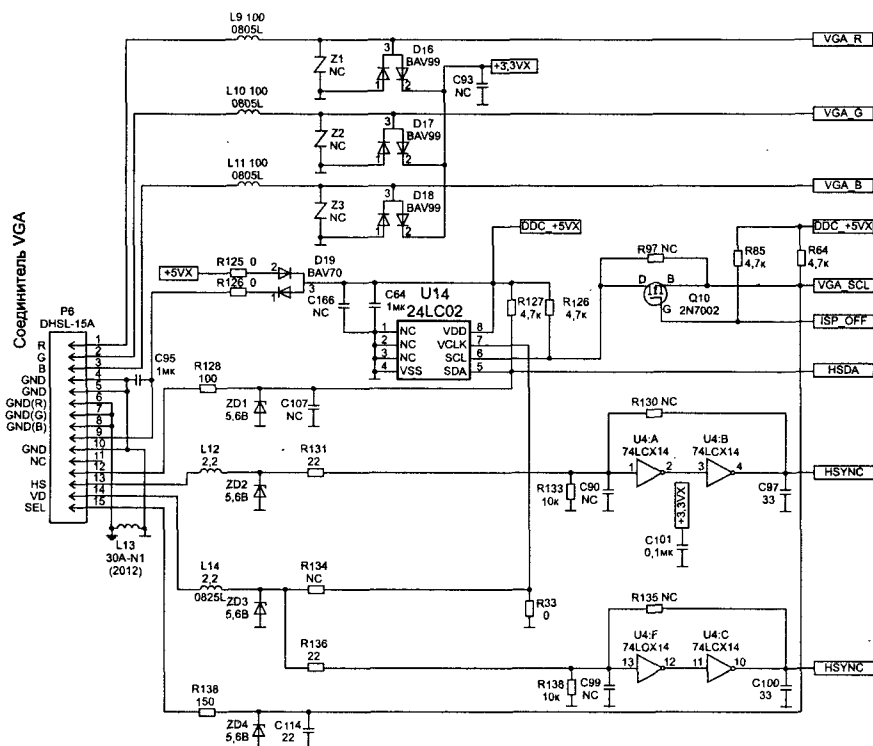
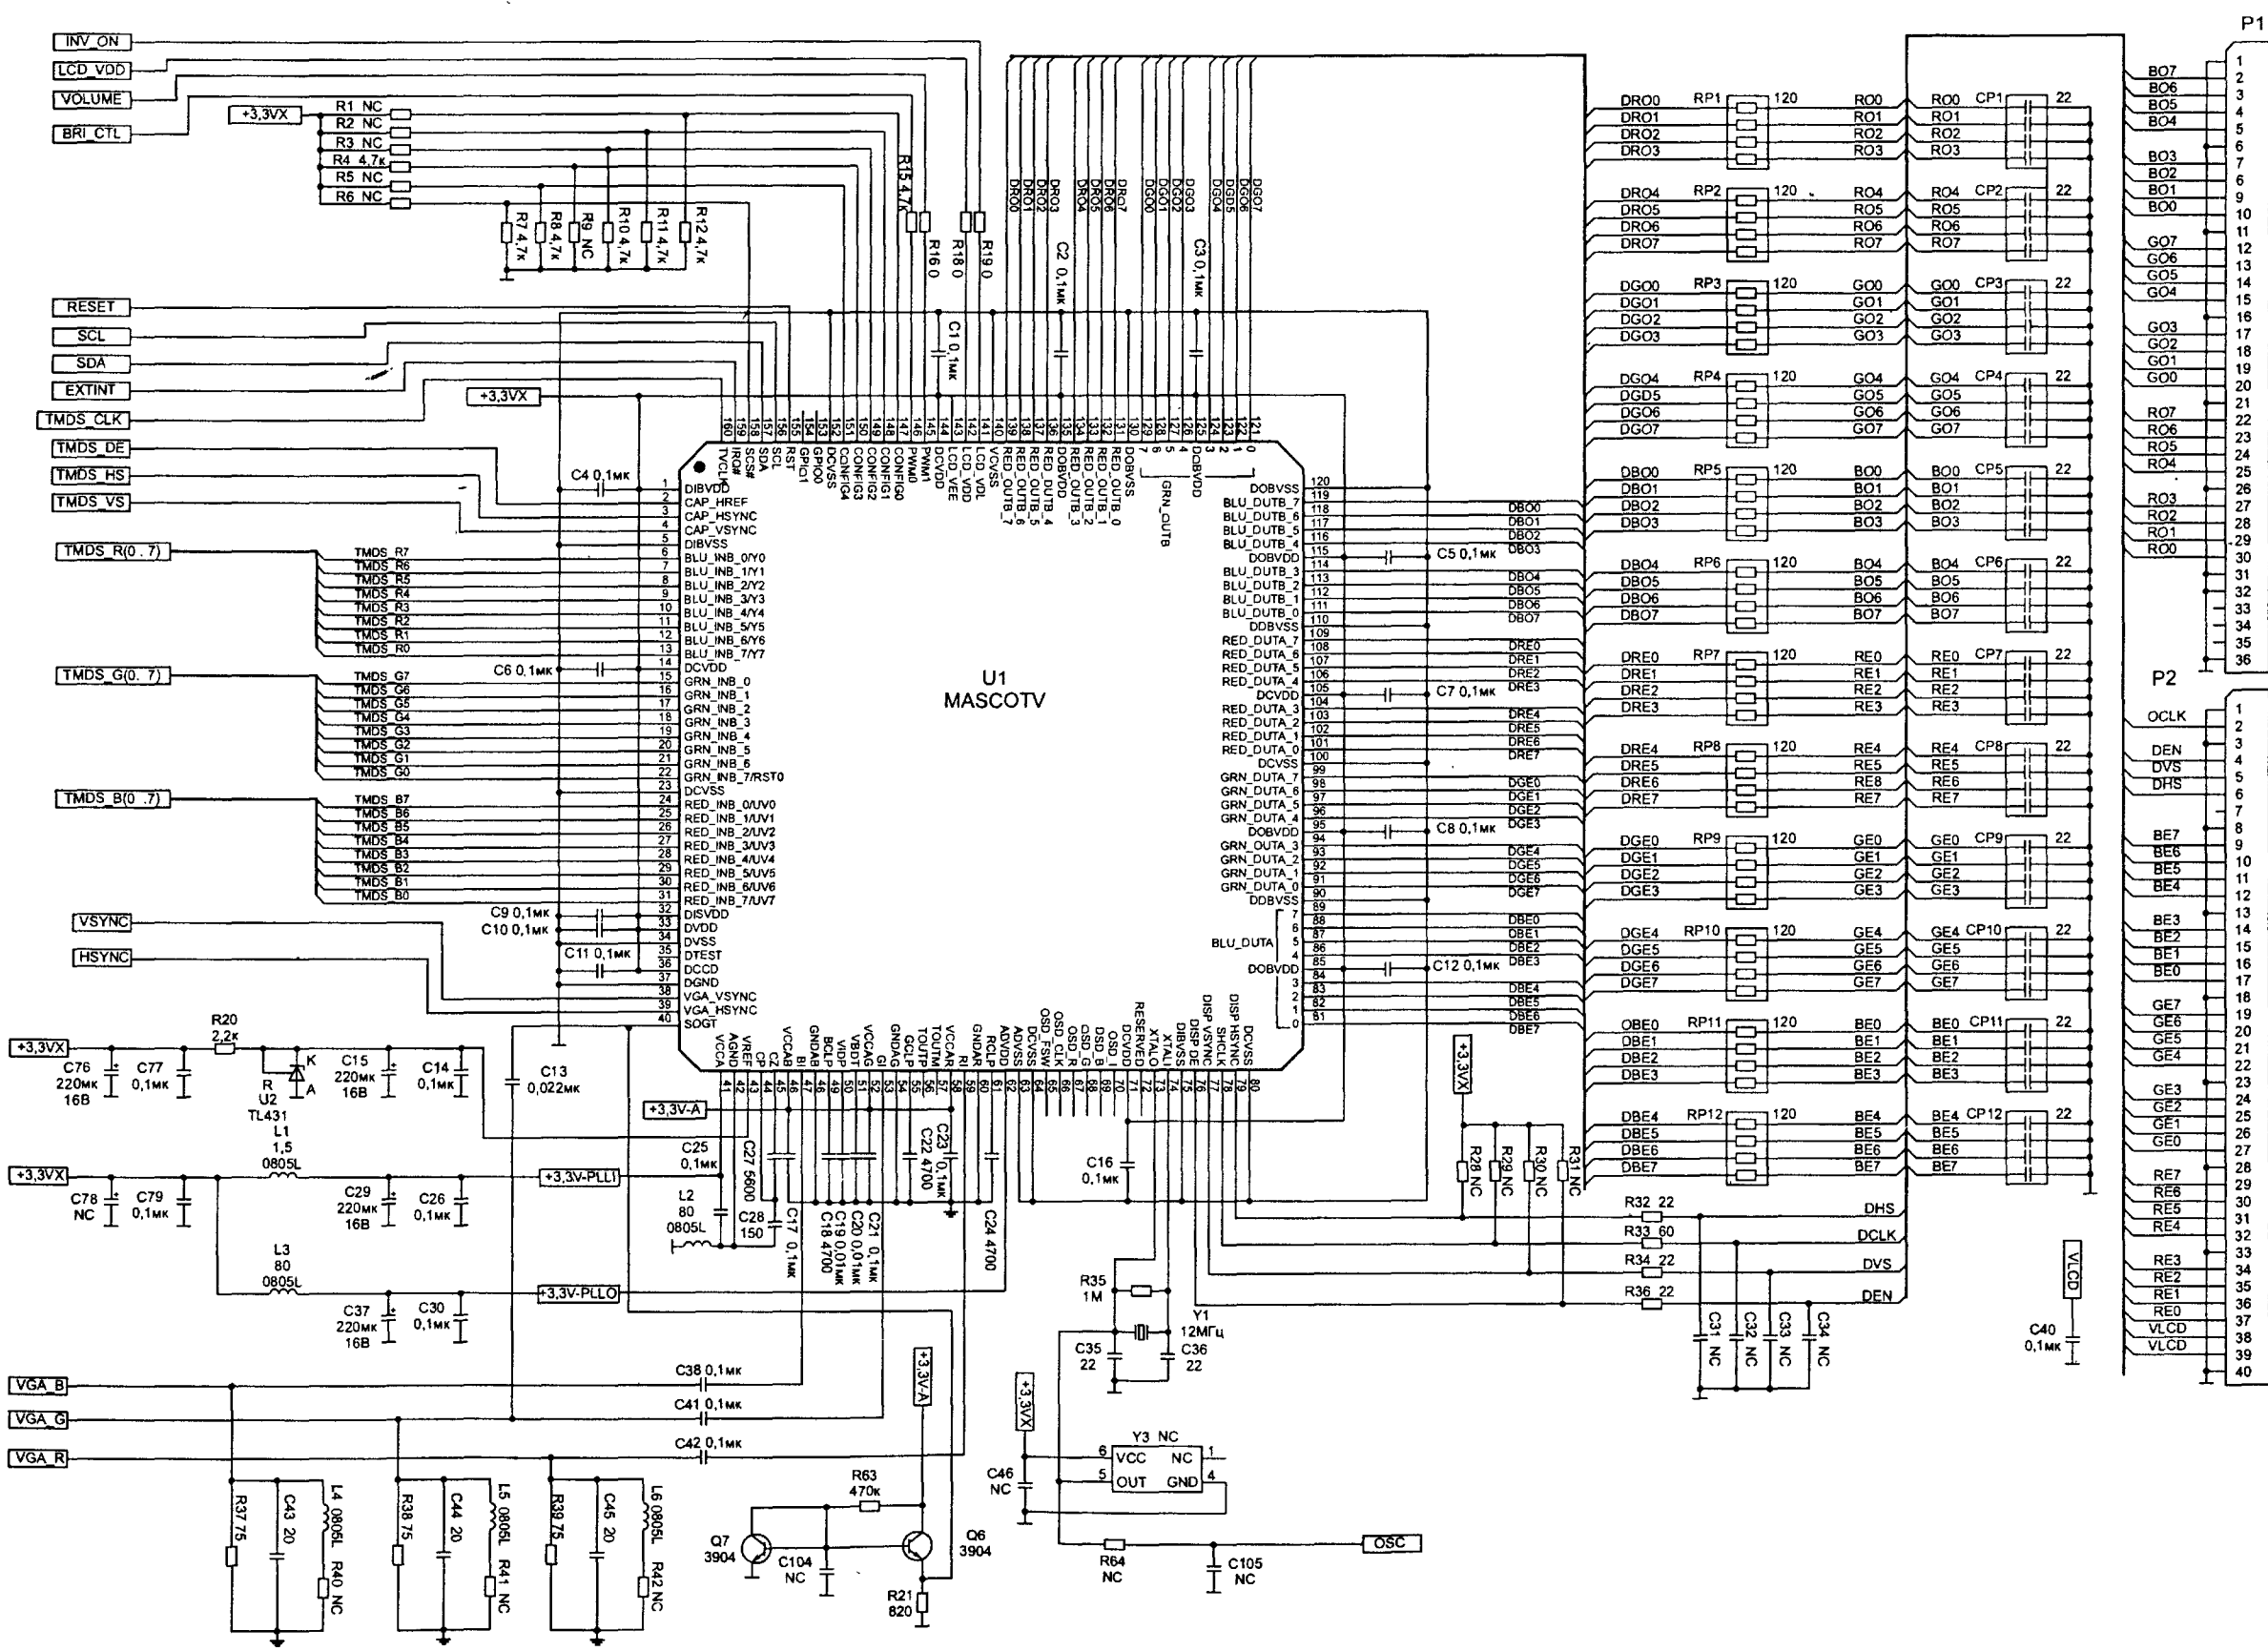

Рис. 5.5. Принципиальная электрическая схема. Входной интерфейс
Рис. 5.6. Принципиальная электрическая схема. Графический контроллер
Схема входного интерфейса приведена на рис. 5.5. Импульсы синхронизации строчной и кадровой частоты проходят через фильтры, представляющие собой триггеры Шмидта U4 (74LCX14). Сигналы RGB поступают на схемы ограничения по амплитуде и привязке к уровню +3,3 В на диодах D16-D17 и, далее — на аналоговые входы контроллера U1 ЖКИ (рис. 5.6).
Монитор находится в ждущем режиме. Проверяют исправность сигнального кабеля, определяя наличие сигналов HS, VS на конт. 13, 14 соединителя VGA P6 (рис. 5.5), на выходе триггера Шмидта U4 (выв. 4 и 10), а также на входе МК (выв. 18, 19). Если сигналы строчной и кадровой синхронизации присутствуют на выводах МК, но светодиод светится оранжевым цветом, проверяют кварцевый резонатор Y2 (рис. 5.4). Если при включении монитора отсутствует генерация частотой 12 МГц на выв. 20 и 21 МК, то последовательно заменяют резонатор Y2, конденсаторы C51, C52, а затем МК. Если при включении монитора отсутствует обмен по шинам SCL, SDA между МК и ЭСППЗУ U8 и напряжение на выв. 5 и 6 U8 ниже 3 В, то заменяют микросхему U8. Если результата нет — заменяют МК.
Если изображение совсем не просматривается, то неисправна основная плата или ЖК панель. Проверяют наличие сигналов RGB на соединителе P8 и на выв. 47, 53, 59 U1 (рис. 5.6). В случае их отсутствия проверяют сигнальный кабель и источник сигналов — компьютер.
Проверяют питание ЖК панели (+5 В конт. 38 и 39 P2). Если напряжение отсутствует, то отключают соединитель P2 и проверяют транзисторы Q1-Q3 (рис. 5.3). Затем проверяют наличие сигнала LCD_VDD (около 3 В выв. 142 U1 — см. рис. 5.6. При его отсутствии, проверяют микросхему U1: напряжение +3,3 В на ее выв. 41 и 43, сигнал частотой 12 МГц на выв. 74 и 73, а также импульсы HSYNC, VSYNC на выв. 39 и 38. Если указанное напряжение и сигналы есть, проверяют заменой микросхему U1.
Проверяют исправность сигнального кабеля, наличие сигналов SDA, SCL на конт. 12 и 15 соединителя P6 и на выв. 5 и 6 U14 (рис. 5.5). При их
Если на экранном меню все цвета присутствуют, то проверяют исправность сигнального кабеля и наличие сигналов основных цветов на конт. 1, 2, 3 соединителя Р6, цепи прохождения этих сигналов до выв. 47 (В), 53 (G) и 59 (R) микросхемы U1 (рис. 5.6). Также контролируют наличие импульсов CLP R (G, В) на выв. 49, 55, 61 U1. Их отсутствие может быть вызвано неисправностью конденсаторов С18, С22 или С24. Проверяют наличие сигналов RED OUT, BLU OUT, GRN OUT на выводах ЖК контроллера. Если они отсутствуют, неисправен контроллер U1.
Если в экранном меню также отсутствует один из основных цветов, в первую очередь проверяют исправность емкостных (СР1-СР12) и резисторных сборок (РР1-РР12), шлейфов соединения главной платы с матрицей и надежность контактов в разъемах Р1 и Р2 (рис. 5.6). Если указанные элементы исправны, то требуется замена U1.
Если на изображении наблюдается (особенно заметно на изображении текста) окантовка одним из основных цветов, то заменяют соответствующий конденсатор — С18, С22 или С24 (рис. 5.6).
Если импульсы ШИМ размахом 1,3 В отсутствуют на выв. 146 U1 (рис. 5.6), то причина неисправности в ЖК контроллере. Затем проверяют уровень напряжения BRICTL на конт. 2 соединителя P3 (рис. 5.8) и транзистор Q4 (рис. 5.4). Если напряжение на конт. 2 P3 есть, проверяют исправность цепей регулировки яркости в схеме инвертора. Проверяют питание микросхемы U2 (рис. 5.8), а также ее режимы по постоянному току — см. табл. 3.